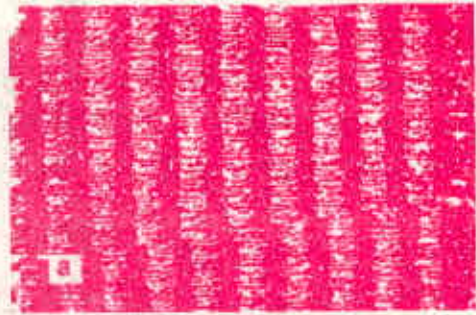

Figure 3.3
- (ੳ) **ਰਿਬ ਬੁਣਾਈ (Rib Weave)**- ਜਦ ਸਾਦੀ ਬੁਣਾਈ ਵਾਲਾ ਕੱਪੜਾ ਧਾਰੀਦਾਰ ਹੋਏ ਤਾਂ ਉਸਨੂੰ ਰਿਬ ਬੁਣਾਈ (Figure 3.3) ਕਿਹਾ ਜਾਂਦਾ ਹੈ। ਇਹ ਧਾਰੀਆਂ ਤਾਣੇ ਜਾਂ ਬਾਣੇ, ਇਕ ਪਾਸੇ ਦੂਸਰੇ ਪਾਸੇ ਨਾਲੋਂ ਮੋਟੇ ਧਾਗੇ ਵਰਤ ਕੇ ਪਾਈਆਂ ਜਾ ਸਕਦੀਆਂ ਹਨ। ਕਈ ਵਾਰ ਮੋਟੇ ਧਾਗਿਆਂ ਦੀ ਥਾਂ ਦੂਹਰੇ ਧਾਗੇ ਵੀ